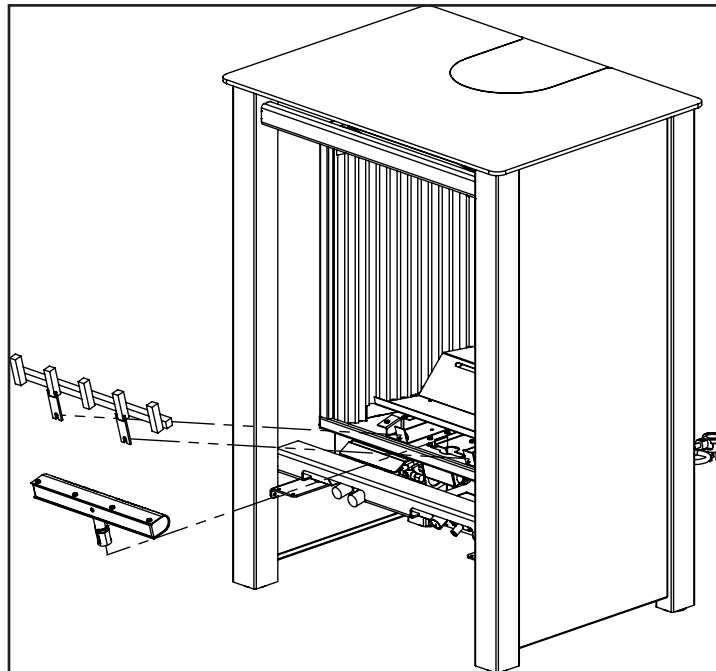

Figure 10. Retrait du Brûleur.
- a) Enlevez le capuchon de protection noir du bouton HI / LO à la main de la figure 10.